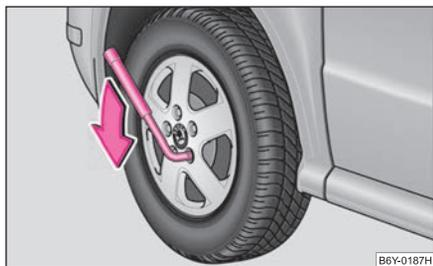

Abb. 158 Radwechsel:
- Fassen Sie am Schlüsselende an und drehen Sie die Schraube etwa **eine** Umdrehung nach links ⇒ Abb. 158.